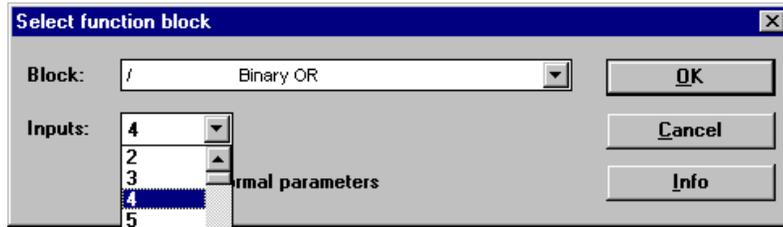

图 5-10 : 功能块复制输入端
- ⇒ 复制输入端通过双击改变功能块属性来实现，从下拉菜单“*Number of inputs*”选择输入数量(参见图 5-10)。